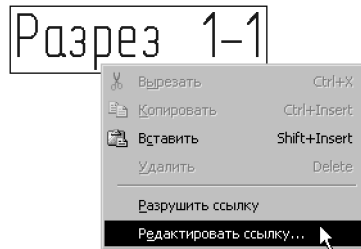

Рис. 58.5. Редактирование и разрушение ссылок в надписи вида
- изменить параметры ссылок, входящих в состав надписи, с помощью команды **Редактировать ссылку** из контекстного меню (рис. 58.5),
- превратить ссылки в обычный текст с помощью команды **Разрушить ссылку** из контекстного меню (рис. 58.5).